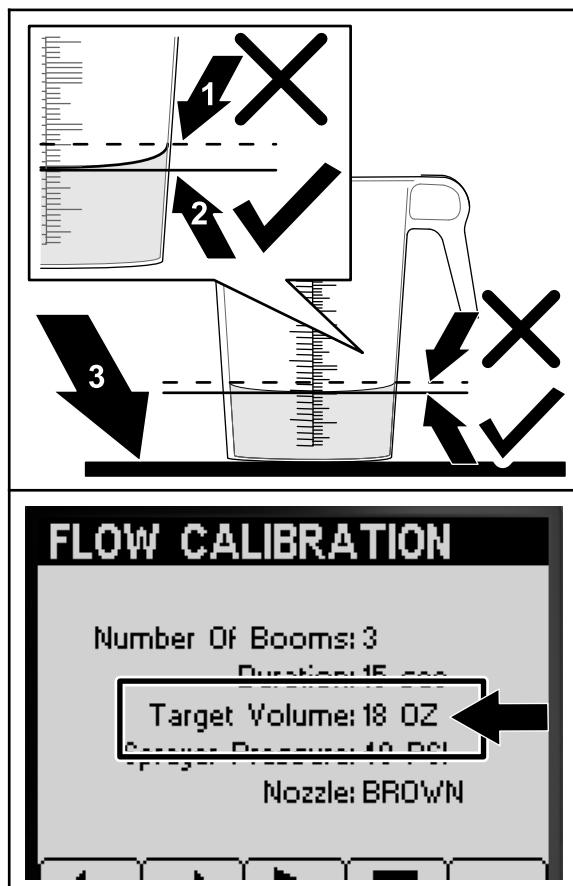

Figura 52
- Collocate il recipiente graduato su una superficie piana e rilevate il volume del fluido (Figura 52).
- Confrontate il volume del liquido nel recipiente di raccolta graduato con il volume target visualizzato nella schermata InfoCenter (Figura 52).